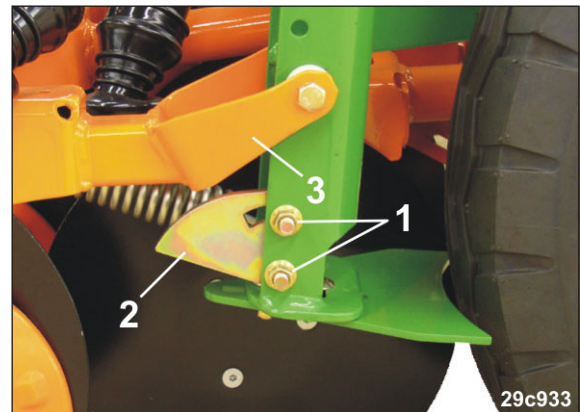

Fig. 178
2. Die Muttern (Fig. 178/1) lösen.
3. Die Saatgutablagetiefe des Außenschares (Fig. 178/3) durch Verdrehen der Kurvenscheibe (Fig. 178/2) einstellen.